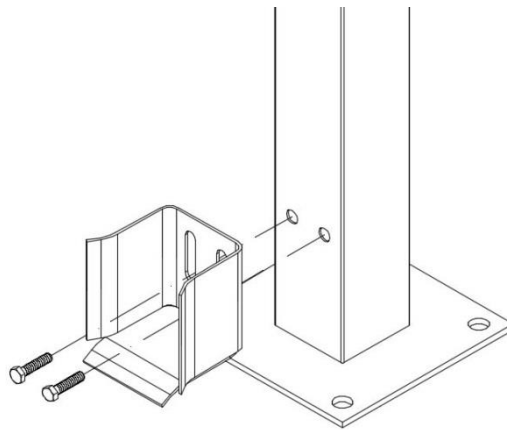

Rys. 3
*Ustawić słup początkowy przy bramie zamkniętej. Powinien być tak ustawiony, aby brama po całkowitym zamknięciu znalazła się na najeździe przytwierdzonym do słupka oraz dotarła płaszczyzną czołową do oporu chwytaka. Po właściwym ustawieniu słup początkowy należy przykręcić do uprzednio przygotowanego fundamentu (Rys. 3).*